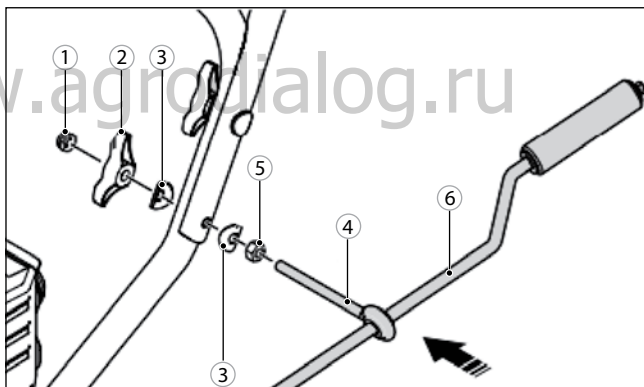

Рис. 15
2. Установите ручку поворотного желоба 6 и ее держатель 4 и закрепите с помощью барашковой гайки 2, шайбы 3, гайки 1 и 5 (рис. 15).